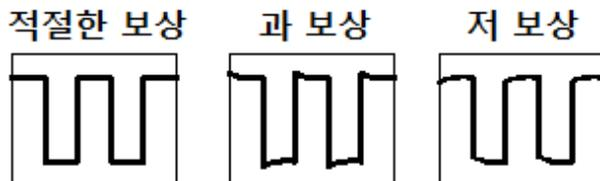

Fig.5-1
- (1) Sweep 기준선을 얻으려면 패널(표 3 참조)에 노브를 설정합니다
- (2) V / DIV 를 50ms / DIV 로 설정합니다.
- (3) CH1 에 10 : 1 프로브를 연결하고 전면 패널 5 번 CAL 신호 단자 에 연결하십시오.
- (4) 4 장에서 설명한 조절 노브를 조작하여 그림 Fig 5-1 과 같은 파형을 얻습니다.